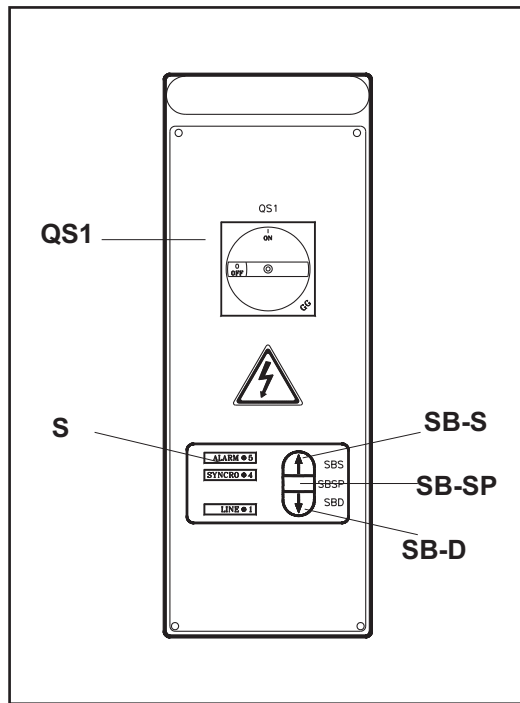

Fig.53 - Abb.53
3) Refermer la porte du coffret électrique, tourner l'interrupteur (IG, fig. 53) sur la position 1 et actionner le poussoir de montée (rep. PI, fig. 53). En cas de descente des chariots, inverser deux des fils de l'alimentation électrique.
3 - Den Deckel der Schalttafel schließen, den Hauptschalter (QS1, Abb. 53) auf 1 stellen, den Aufstiegsdruckknopf (Vgl. SB-S, Abb. 53) betätigen und -falls die Schlitten absteigen sollten- die beiden Speisephasen umkehren.
3) Cerrar la puertecita del cuadro eléctrico, poner el interruptor general (QS1, Fig. 53) en la posición 1, pulsar el botón de subida (ref. SB-S, Fig. 53) y, en caso de que los carros bajasen, invertir las 2 fases de alimentación.
I comandi del sollevatore sono i seguenti (fig.53):
The lift commands include (fig.53) :
Les commandes de l'élèveateur comprennent (fig.53) :
Die Hebebühne verfügt über folgende Steuerungen (abb.53) :
Los mandos del elevador son los siguientes (fig.53) :
Il **SYNCHROLIFT** è un sistema di rilevamento e gestione dati elettronico per il livellamento automatico dei due carrelli. Due sensori montati sulle pulegge dei motori rilevano eventuali anomalie ed un circuito elettronico nel quadro comandi provvede ad apportare tutte le correzioni possibili per riportare in parità i carrelli. Nel caso in cui i carrelli non possono essere corretti, viene bloccato il ponte e segnalata l'anomalia all'operatore. Le segnalazioni, date dai led sul pannello (rif. S in fig.53) possono essere le seguenti: